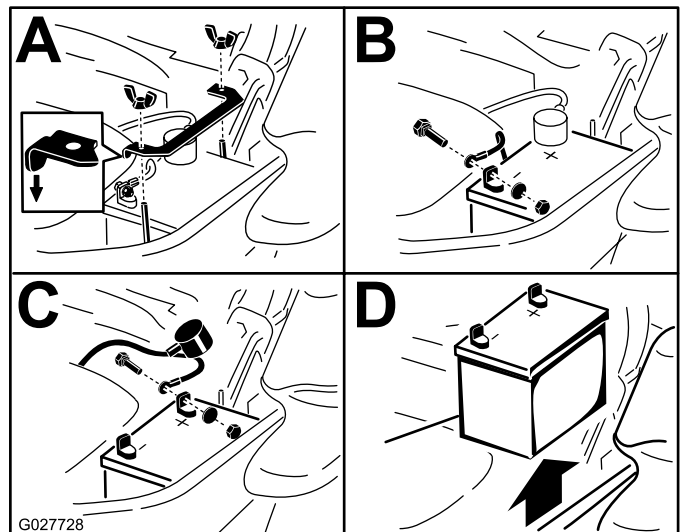

Figura 66
3. Retire la batería, según se muestra en Figura 66.
**Nota:** Coloque la batería en la bandeja, con los bornes frente al depósito de aceite hidráulico (**Figura 66**).